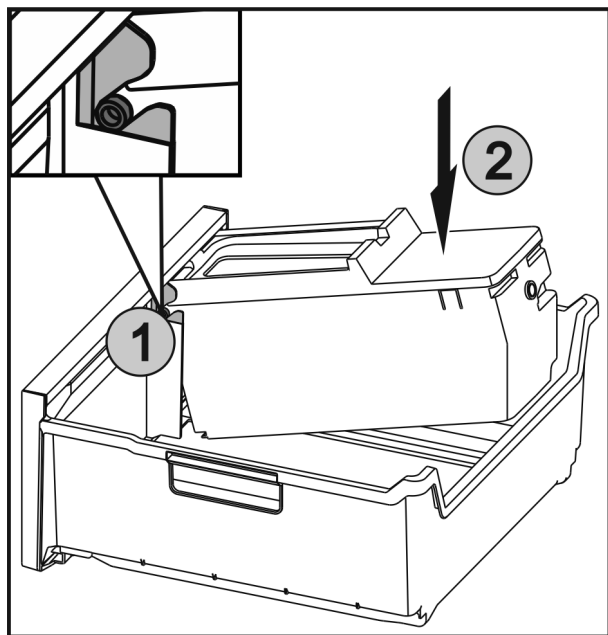

Fig. 41
- ▶ Introducir los ejes Fig. 41 (1) del EasyTwist-Ice en las guías y presionar la parte posterior Fig. 41 (2) hasta que encaje la lengüeta.